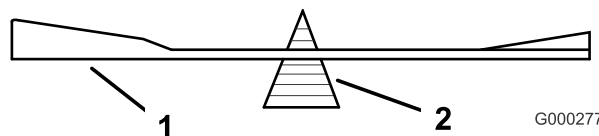
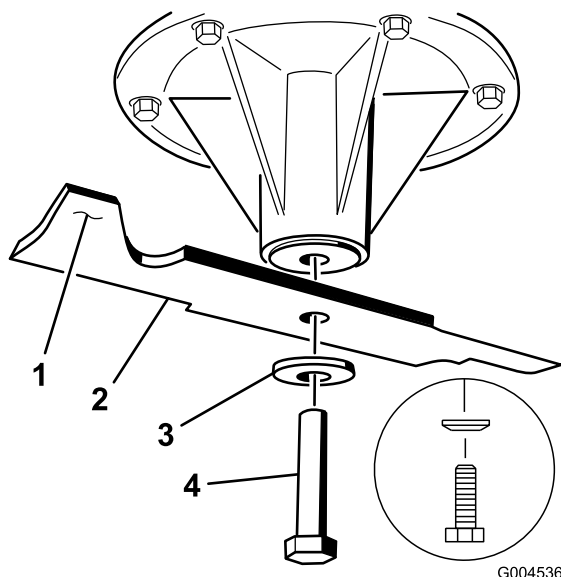

Bild 87
Bild 88
2. Entfernen Sie die Messerschraube, Wellenscheibe und das Messer von der Spindelwelle (Bild 88).
2. Überprüfen Sie die Auswuchtung des Schnittmessers auf einer Ausgleichsmaschine (Bild 87). Wenn das Schnittmesser in der horizontalen Stellung bleibt, ist es ausgewuchtet und kann verwendet werden. Feilen Sie, wenn das Schnittmesser nicht ausgewuchtet ist, vom Flügelbereich des Messers etwas Metall ab (Bild 88). Wiederholen Sie diesen Vorgang, bis das Messer ausgewuchtet ist.
1. Setzen Sie das Messer auf die Spindelwelle (Bild 88).
2. Setzen Sie die Wellenscheibe und die Messerschraube ein. Der Konus der Wellenscheibe muss in Richtung Schraubenkopf zeigen (Bild 88).